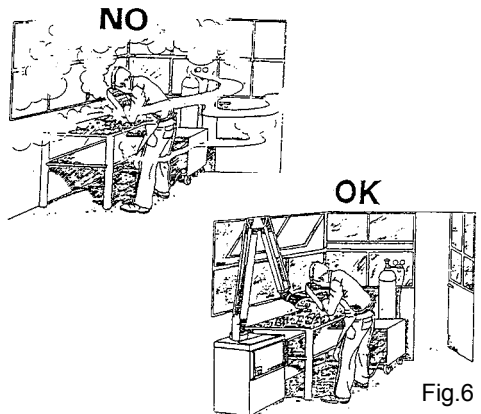

Fig.6
• Los gases, los humos insalubres o peligrosos para la salud de los trabajadores deben captarse (a medida que se producen) lo más cerca y eficazmente posible de la fuente de emisión de modo que las posibles concentraciones de contaminantes no superen los valores límite permitidos por la normativa local vigente (Fig. 6);